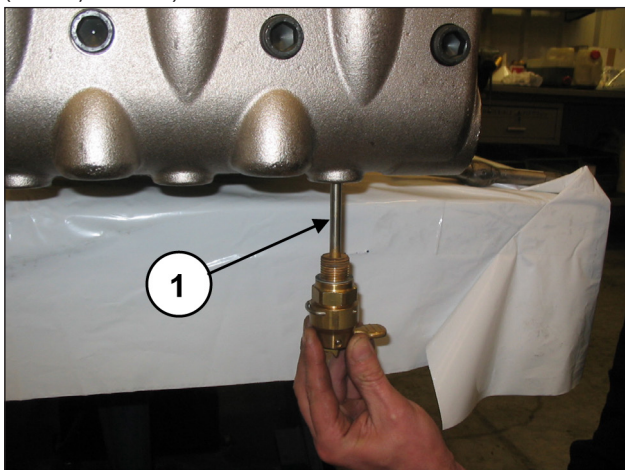
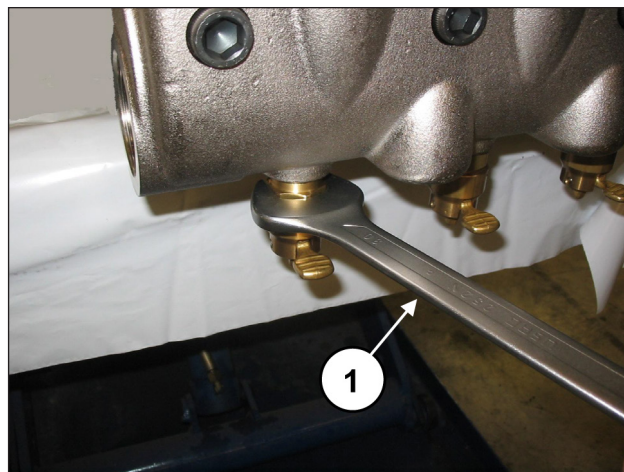

Рис. 136
Рис. 137
Откалибруйте винты M16x55 крышки динамометрическим ключом, как указано в разделе 3 "Момент затяжки винтов". Установите устройства открывания клапанов (поз. ①, Рис. 136) и прикрутите их с помощью ключа на 30 мм (поз. ①, Рис. 137).